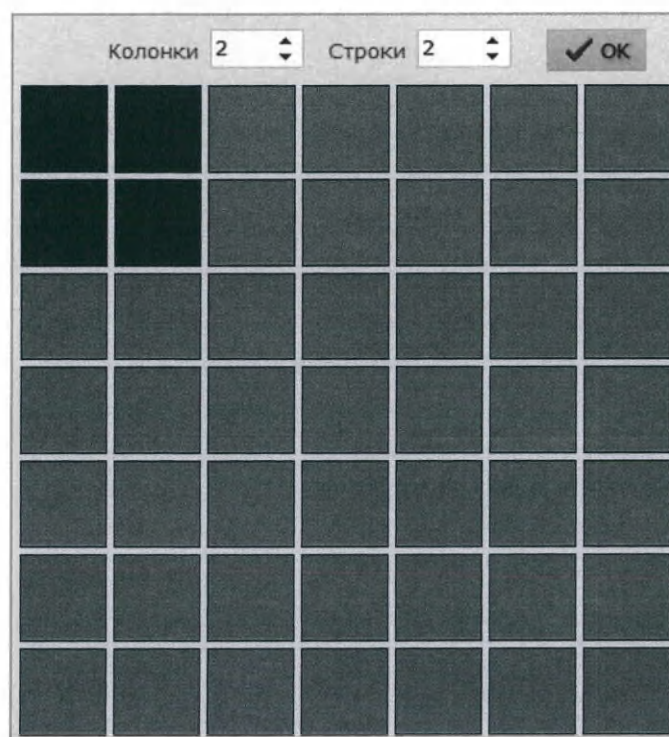

Рис. 4.28. Окно выбора раскладки по сериям, изображениям
-  Кнопка «Раскладка серий изображений» (сноска 2) предназначена для разделения окна «Анализ изображений» на одну или несколько панелей изображений. При нажатии на нее открывается окно (рис. 4.28), в котором можно задать требуемую раскладку по сериям изображений одним из двух способов: нажатием левой кнопки мыши и ее перемещением с выделением соответствующих квадратов или с помощью элементов управления «Колонки» и «Строки».
Кнопка «Раскладка изображений в серии» (сноска 3) предназначена для разделения активной панели изображений на одно или несколько окон изображений. При нажатии на нее также открывается окно, представленное на рис. 4.28, с аналогичной в предыдущем пункте работой.